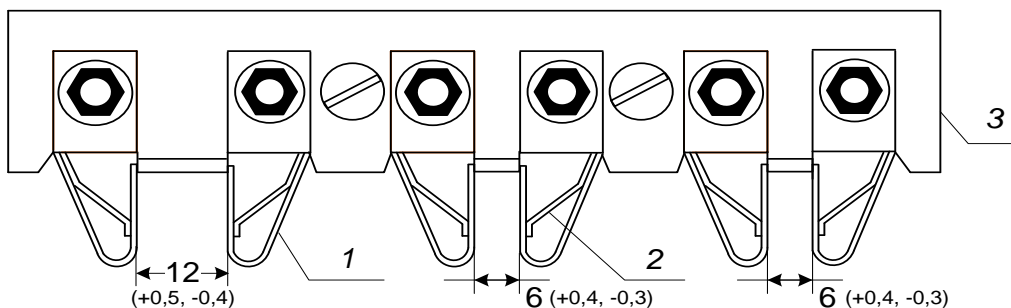

Рисунок 1. Контактная колодка: 1 -контактная пружина; 2 -упорная пружина; 3 – основание контактной колодки.
7.6.2. Проверить(см. рис.1):
- поворачивать ключ с приложением легкого усилия, одновременно перемещая его по профилю пружины, до момента касания упорной пружины контактной пружины (при регулировке правых пружин (см. рис.1) вращение производится по часовой стрелке, а при регулировке левых пружин – против часовой стрелки);